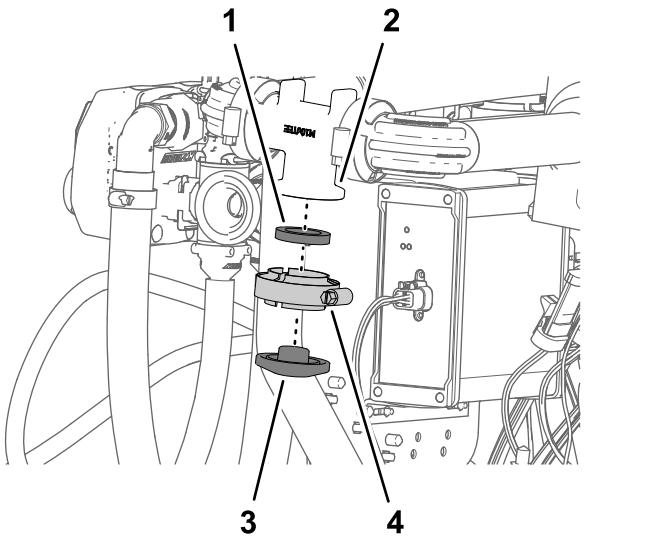

Figura 136
- Montate il morsetto semplice sulla flangia del collettore del flussometro con il morsetto flangiato e la guarnizione che avete rimosso al passaggio 2 e serrate il morsetto manualmente (Figura 136).